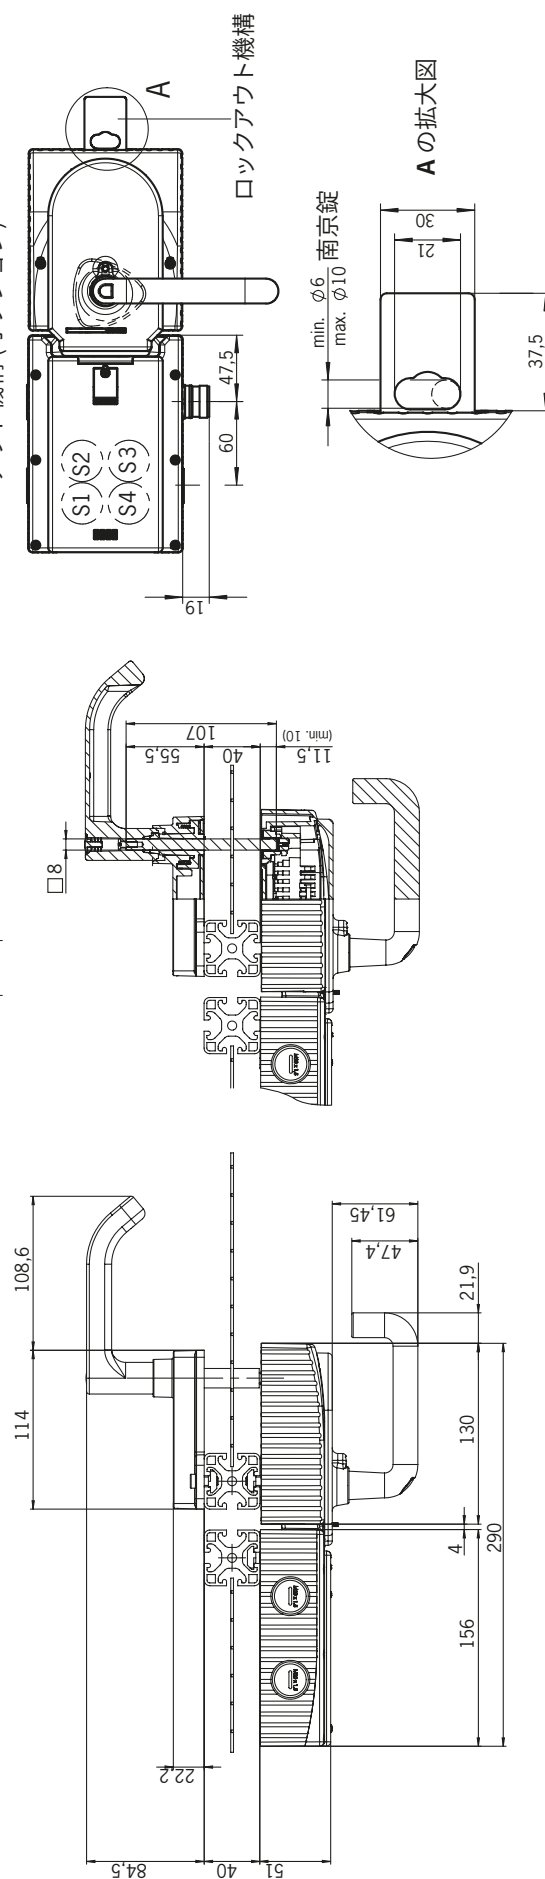
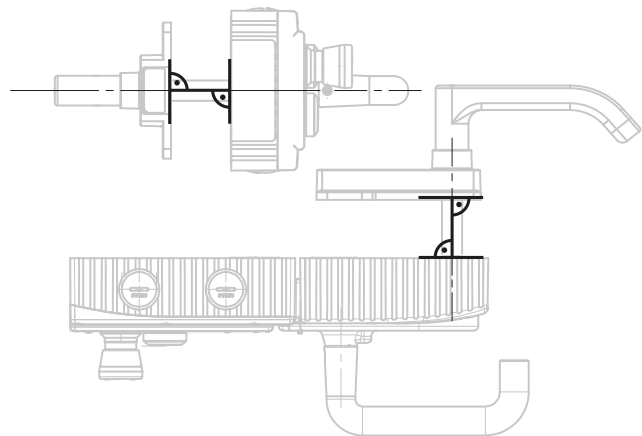
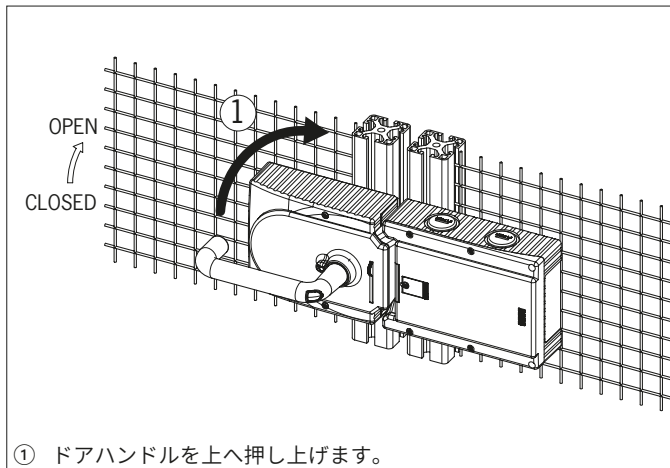
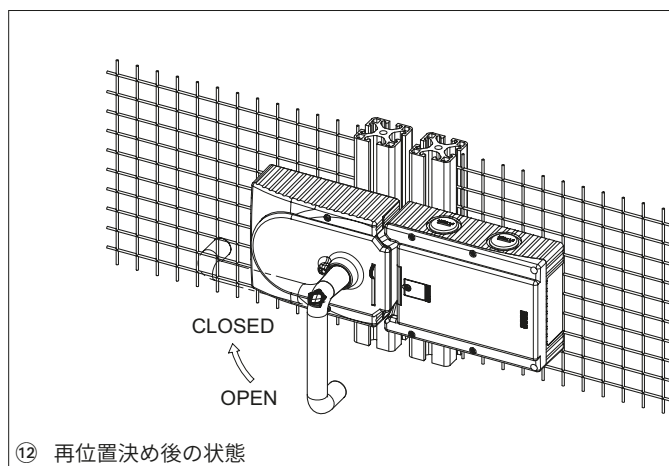

図 4: 寸法図 (MGB 取付済み、オプションの取付プレートなし)
図 7: 右側ヒンジドア用取り付けの例 (外観図)
図 8: アクチュエーティング方向の変更、ステップ①
図 13: アクチュエーティング方向の変更、最終状態
- ・ ハンドル モジュールに対して直角にエスケープリリース軸を合わせます。図 4 および 図 7 を参照してください。
取り付け手順に関しては、図 7 および 図 8 ～ 図 13 を参照してください。
- ・ 左側ヒンジドアに取り付けると、それが逆になります。つまり、ドアハンドルを上へ押し上げるとガードが開きます (図 8 を参照)。このため、ドアハンドルの作動方向を変更する必要があります (図 8 ~ 図 13 を参照)。